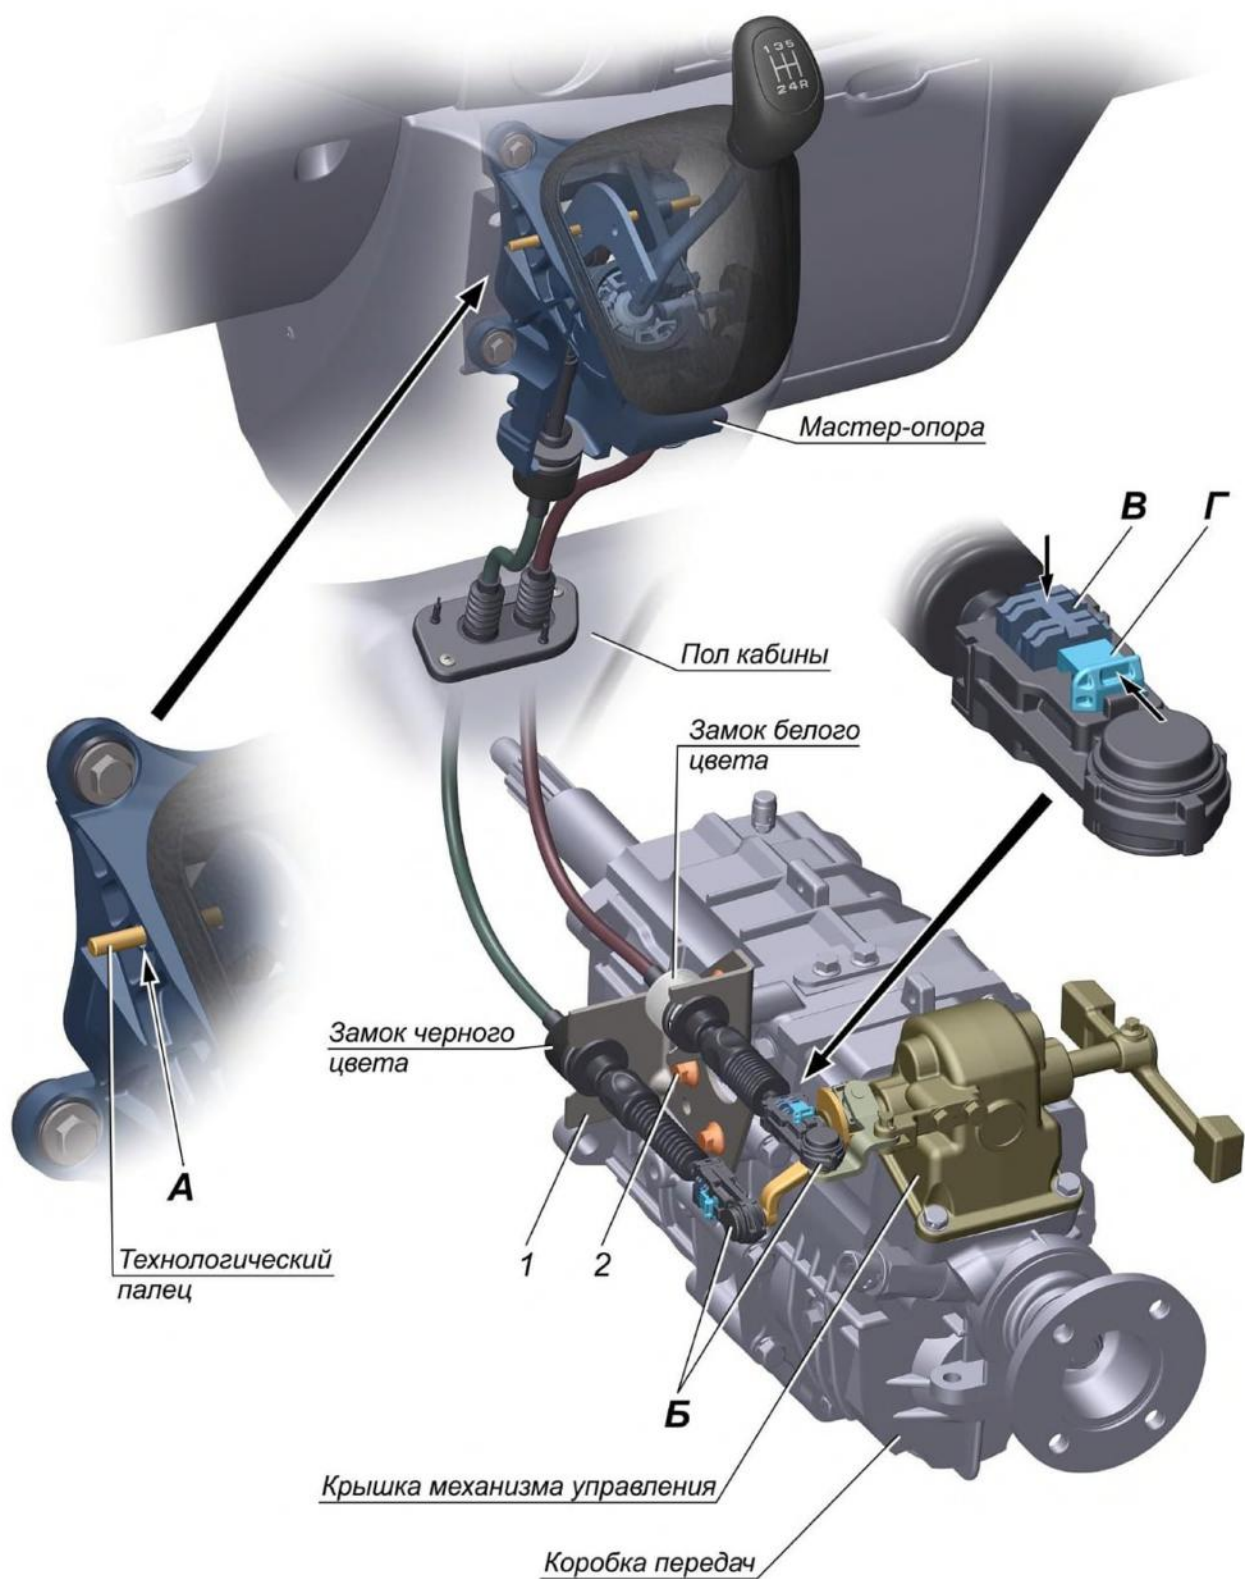

Рис. 3.27. Установка тросового привода: 1- кронштейн тросов; 2- болты
- закрепить тросы в гнездах кронштейна коробки передач (до щелчка), как показано на рис. 3.27;
- снять наконечники тросов (см. рис. 3.27) с шаровых пальцев рычагов крышки механизма управления;
- закрепить троса в гнездах кронштейна коробки передач (до щелчка), как показано (рис. 3.27);
Для этого необходимо установить технологический палец ($\varnothing 6_{-0,1}^{-0,05}$ мм и длиной 120 мм) в отверстие А (рис. 3.27) мастер-опоры и рычага мастер-опоры;
- одеть и защелкнуть наконечники тросов на сферические пальцы рычагов коробки передач как показано на рис. 3.27. Деформация рычагов не допускается.